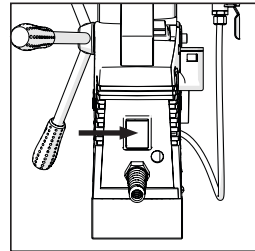

Abb. 4
- Betätigen Sie den Magnetschalter AN/AUS an der Schalttafel der Maschine, um den Magneten zu aktivieren. (**Abb. 4**)